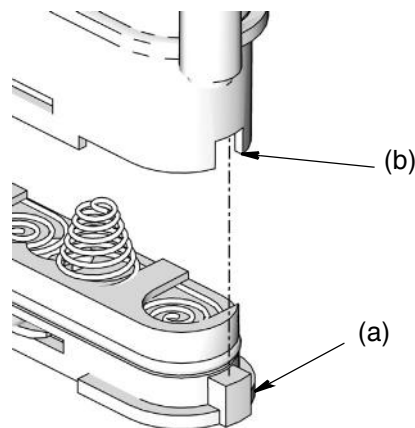

Рис. 38
4. Установите крышку на место. Крышку можно установить на секцию батарей только в одном положении. Ключ (a) на крышке попадает в выемку (b) на секции. (Рис. 38).